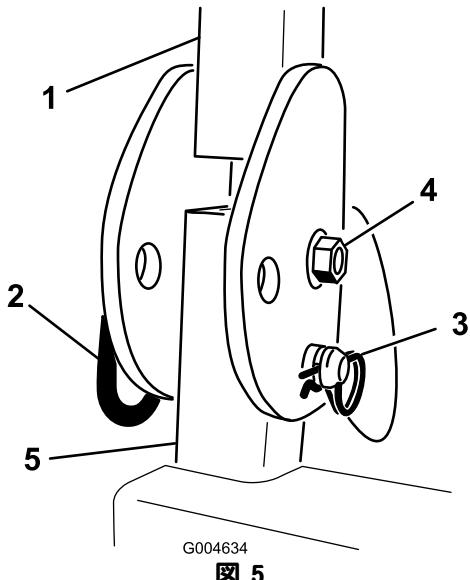

図 5
1. 機体の左右でヘアピン・コッターを抜き、ピンを外す (図 5)。
2. ROPS をまっすぐに立ててピンで固定し、ヘアピン・コッターでロックする (図 5)。